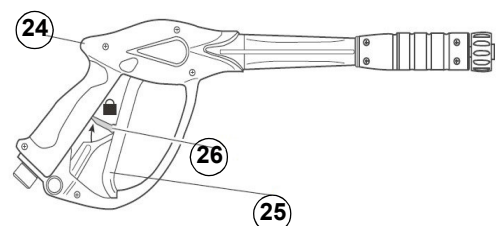

Abb. 3: Gerätebeschreibung
Die Verriegelung (Pos. 26, Abb. 3) sperrt den Hebel (Pos. 25, Abb. 3) der Handspritzpistole und verhindert den unbeabsichtigten Start des Hochdruckreinigers. Der Verriegelungshebel der Pistole dient nicht dazu, den Hebel während des Betriebs zu verriegeln, sondern um zu verhindern, dass er sich unbeabsichtigt löst.
Schritt 4: Wickeln Sie den Hochdruckschlauch (Pos. 21, Abb. 3) vollständig ab.
Schritt 5: Durch Drehen der Stellmutter (Pos. 3b, Abb. 3) gegen den Uhrzeigersinn die Schlauchtrommel (Pos. 3, Abb. 3) lösen; durch Drehen der Schlauchtrommel mit dem Kugelgriff (Pos. 3c, Abb. 3) gegen den Uhrzeigersinn die gewünschte Schlauchlänge abwickeln; durch Drehen der Stellmutter (Pos. 3b, Abb. 3) im Uhrzeigersinn die Vorrichtung wieder verriegeln.